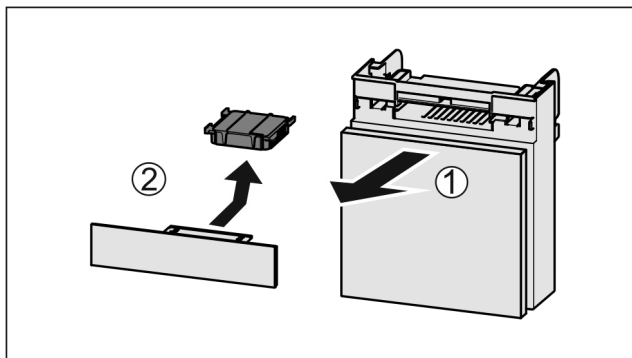

Fig. 202
- Pretinac izvucite Fig. 202 (1) prema naprijed.
- Izvadite filtara s aktivnim ugljenom Fig. 202 (2).